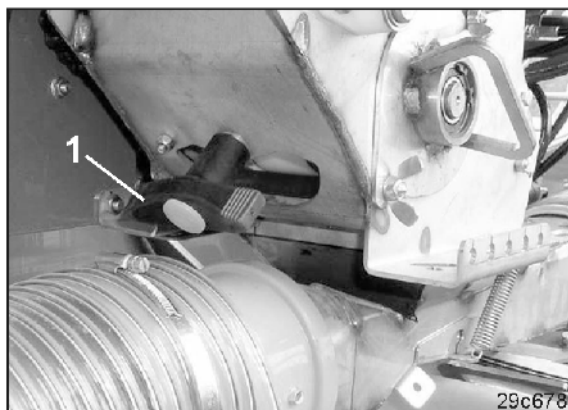

Рис. 104
- Откройте клапан для выгрузки остатков, повернув рукоятку (Рис. 104/1).
- Закройте заслонку полного опорожнения (Рис. 104/1) и закрепите лоток в транспортном креплении.